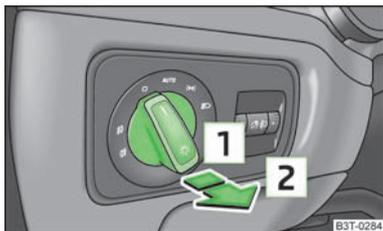

Fig. 34
- Rode o interruptor de luzes para a posição ou » Fig. 34.